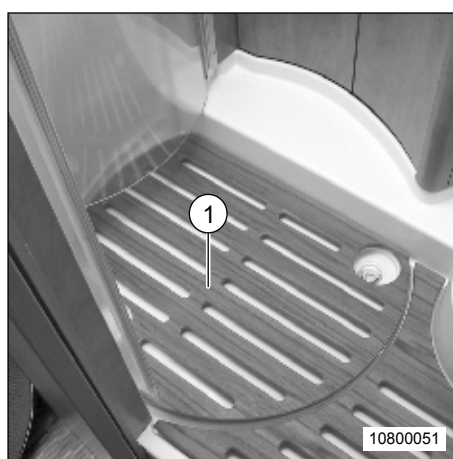
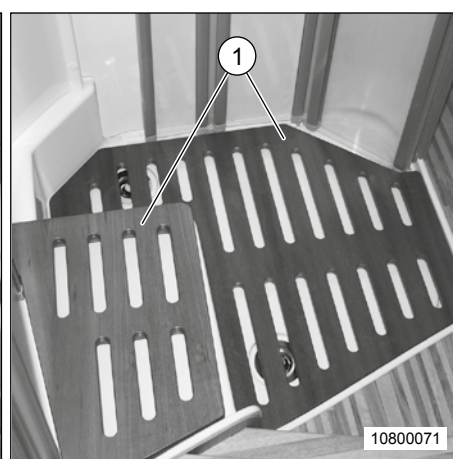

Fig. 105 Caillebotis receveur de douche (modèle T)
Fig. 106 Caillebotis receveur de douche (modèle I)
- Selon le modèle, le receveur de douche est équipé de caillebotis en bois (Fig. 105 et Fig. 106, pos. 1) qu'il faut retirer avant de prendre une douche.
1. Retirer les caillebotis (Fig. 106, pos. 1) et les ranger.